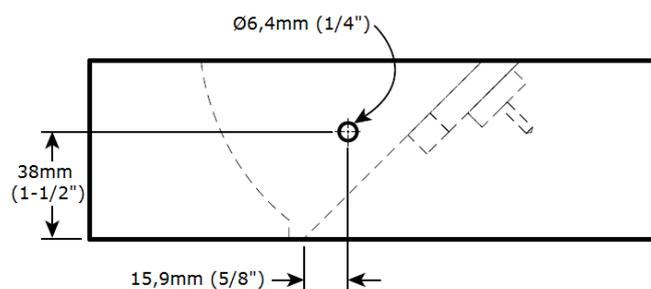

Abbildung 11: Bohrung für das Klappenwiderlager
10. Das Klappenwiderlager besteht aus einem Stift aus Messing. Reißen Sie die für diesen nötige Bohrung 15,9mm (5/8 inch) hinter der vorderen Kante des Betts und 38mm (1-1/2 inch) über der Sohle an (s. **Abbildung 11**). Bohren Sie ein Loch mit einem Durchmesser von 6,4mm (1/4 inch) durch beide Seiten des Hobelkörpers.